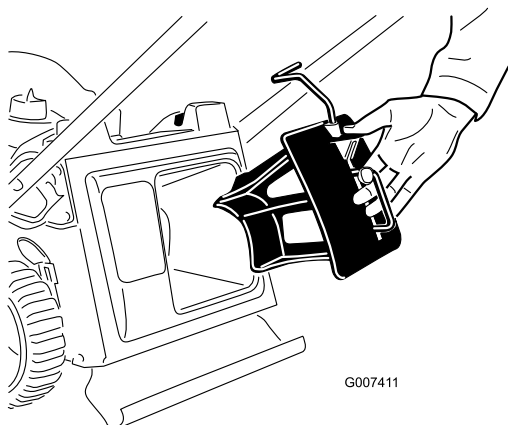

Figure 8
- Si ce n'est déjà fait, insérez l'obturateur Recycler dans le plateau de coupe (Figure 8).